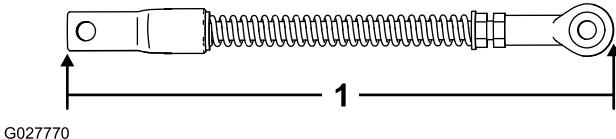

Figura 48
4. Allentate il controdado e regolate il gruppo attacco della leva a squadra fino a quando non misura 24 cm da un'estremità all'altra (Figura 48).